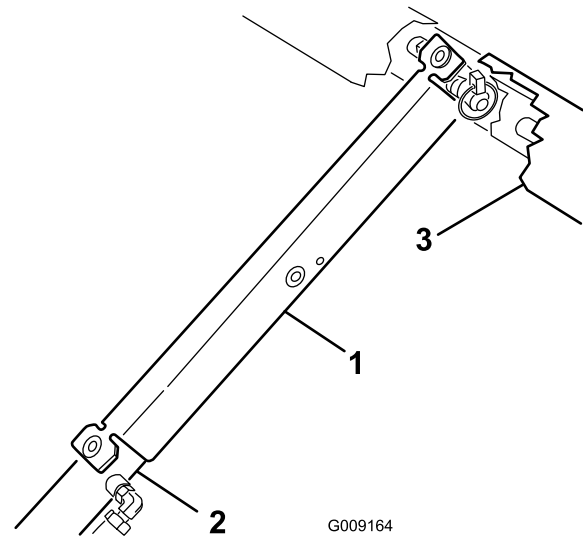

Figura 2
- C. Spingete il supporto del pianale sull'asta del cilindro, assicurandovi che le alette alle estremità del supporto poggino sull'estremità della canna del cilindro e sull'estremità dell'asta del cilindro (Figura 2).